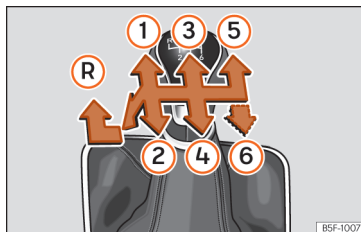

Fig. 136 Esquema de uma caixa de velocidades manual de 5 ou de 6 velocidades.
Na alavanca das mudanças indicam-se as posições das velocidades » **Fig. 136**.
- Com a alavanca das mudanças em ponto morto, pressione-a para baixo, mova-a para a esquerda até ao fim e depois para a frente para selecionar a marcha-atrás » **Fig. 136** .